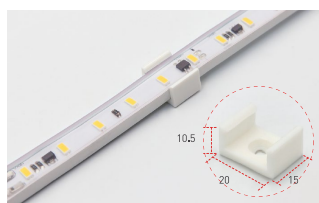

Рисунок 3. Установка ленты в крепление
- Закрепите ленту, используя пластиковые П-образные скобы (рисунок 3).